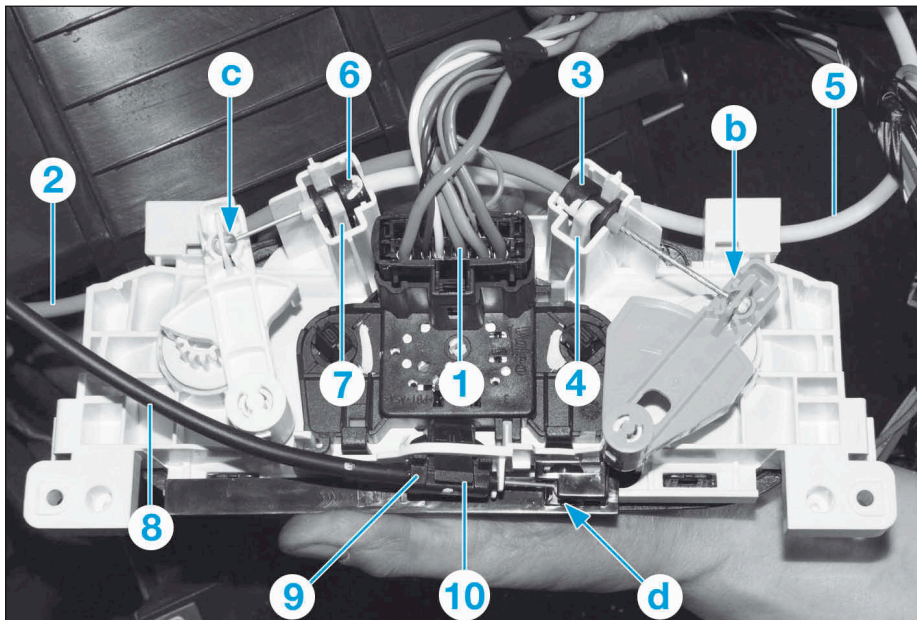

FIG.13
- Débrancher le connecteur (1) (Fig.13).
- Déposer le câble de mixage (2) ; pour cela :
- Déposer l'arrêt de gaine (3) en écartant la patte (4).
- Sortir le câble de mixage (2) du panneau de commande en (b).
- Déposer le câble de répartition (5) ; pour cela :
- Déposer l'arrêt de gaine (6) en écartant la patte (7).
- Sortir le câble de mixage (5) du panneau de commande en (c).
- Déposer le câble de recyclage (8) ; pour cela :
- Déposer l'arrêt de gaine (9) en écartant la patte (10).
- Sortir le câble de mixage (8) du panneau de commande en (d).